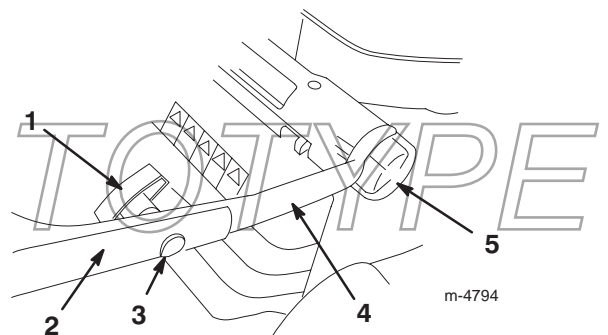

Figure 2
1. Desserrez les boutons de réglage de hauteur du mancheron et tournez la partie inférieure du mancheron vers l'arrière de la tondeuse, jusqu'à ce qu'elle vienne se loger dans l'une des positions de réglage de hauteur, comme indiqué à la Figure 2. Pour régler la hauteur du mancheron, reportez-vous à la rubrique Réglage de la hauteur du mancheron, page 7.
- Montez la partie supérieure sur la partie inférieure du mancheron à l'aide des boulons à tête ovale et installez les boutons comme indiqué à la Figure 2. **Serrez fermement les boutons.**
Le mancheron dispose de trois positions de réglage en hauteur : haut, moyen, bas (Fig. 2). Réglez le mancheron à la hauteur la plus confortable pour vous.